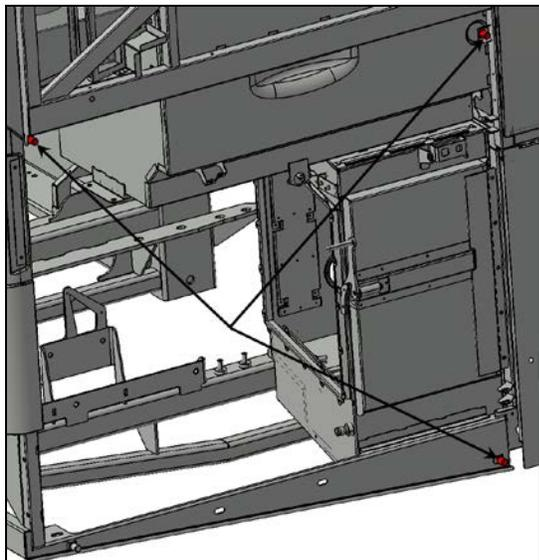
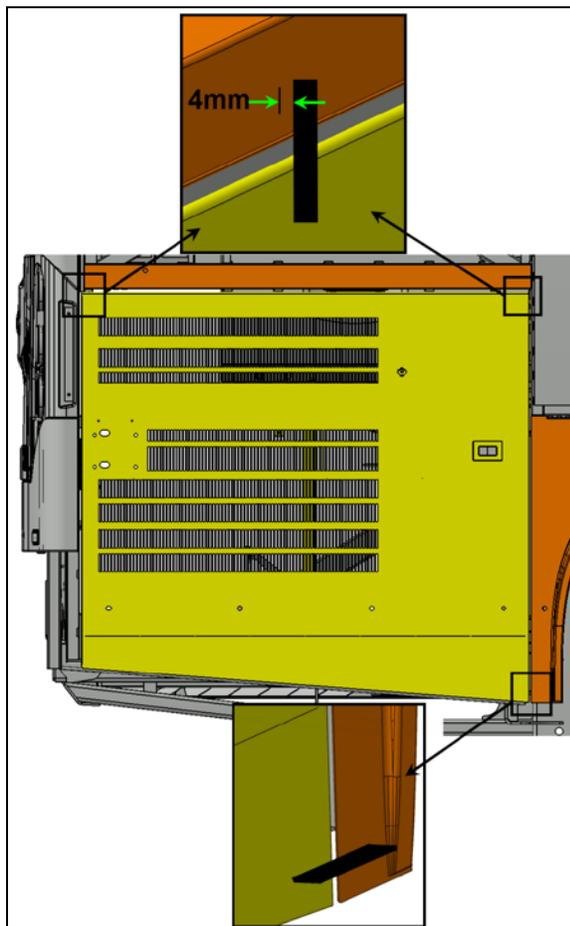

FIGURE 128:
FIGURE 129:
18. Visser ou dévisser les butées supérieures afin que la partie supérieure de la porte excède le panneau supérieur de $5/32$ " à $3/16$ " (4mm à 5mm) (Voir Figure 128: et Figure 129:).